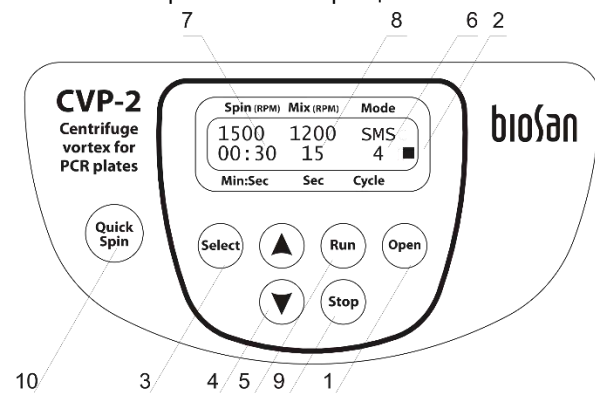

Рисунок 2. Панель управления
- 5.2. Откройте крышку прибора, нажав на кнопку **Open** (рис. 2/1), и поднимите крышку рукой (в нижней строке дисплея **Mode** появится индикация ■, см. рис. 2/2). Открыть крышку возможно только при остановленном роторе.
- 5.6. **Кратковременное центрифугирование.** Нажмите кнопку **QS** (рис. 2/10) для быстрого перемешивания/осаждения и держите нажатой необходимое время. После освобождения кнопки **QS** прибор останавливается автоматически.
- 5.7.1. Нажатием кнопки **Select** (рис. 2/3) выберите параметр, который необходимо изменить. Каждое нажатие кнопки **Select** последовательно активирует параметры режимов в цикле, активный параметр обозначается мигающей индикацией.
- 5.7.2. Используйте кнопки **▼** и **▲** (рис. 2/4) для установки соответствующих значений (если кнопка нажата более 2 с, значения меняются быстро).
- 5.7.4. Для выбора режимов (параметр **Mode**, рис. 2/2) доступны следующие значения:
5.12. Нажмите кнопку **Run** (рис. 2/5) для запуска программы.
5.13. Начнется вращение ротора и на дисплее загорится соответствующая индикация ► (рис. 2/2), обратный отсчет циклов (рис. 2/6), меняющиеся значения параметров времени текущего режима (рис. 2/7 и рис. 2/8).
5.14. При необходимости нажатием кнопки **Stop** (рис. 2/9) можно остановить прибор в любой момент до выполнения установленного числа циклов.
5.15. Прибор автоматически останавливается после выполнения заданного числа циклов (мигающая индикация ■ на дисплее, рис. 2/2), открывает крышку прибора и подает звуковой сигнал об окончании работы. Нажмите кнопку **Stop** (рис. 2/9) для прекращения сигнала.